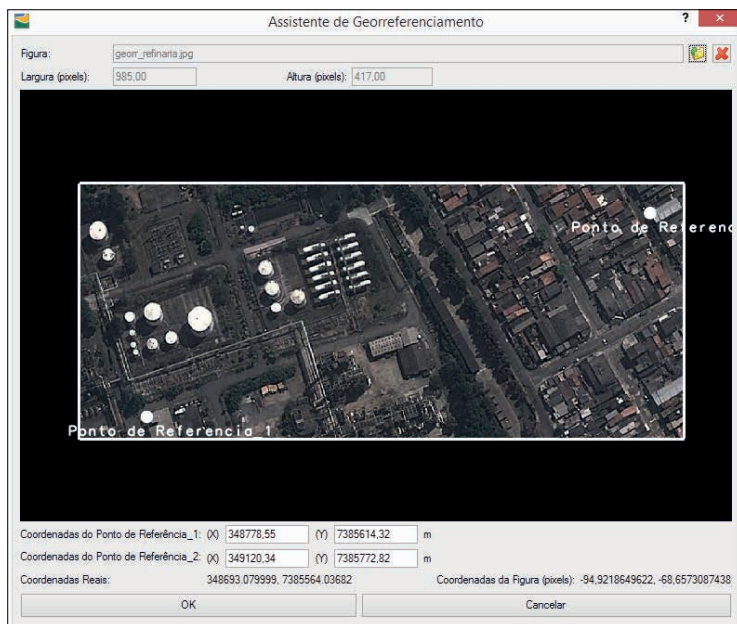

Figura 2.34 Georreferenciamento do mapa base.
- **Pontos de Referência:** são posições com coordenadas conhecidas. É obrigatório informar dois pontos de referência e suas respectivas coordenadas, a fim de georreferenciar o mapa base (Figura 2.34). Para mover o ponto de referência até o ponto conhecido basta clicar com o *botão esquerdo* do mouse e arrastá-lo até o ponto conhecido e, então, digitar as coordenadas x e y na respectiva *caixa de texto*. Pressionando o *net scroll* (botão de rolagem do mouse) e arrastando o mouse, a figura pode ser aumentada ou diminuída (*zoom*). Pressionando o botão direito do mouse, a figura pode ser movimentada na Área de Visualização do Georreferenciamento.